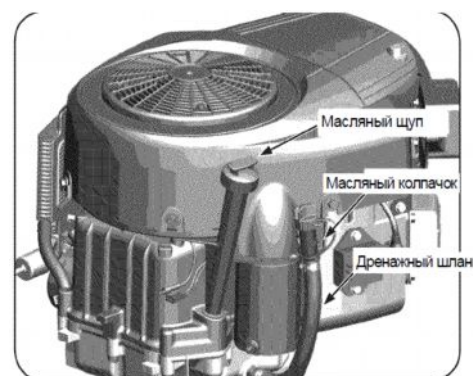

Рис. 20
2. Открутите крышку масляного щупа и извлеките его из заливной горловины., См. Рис. 20.